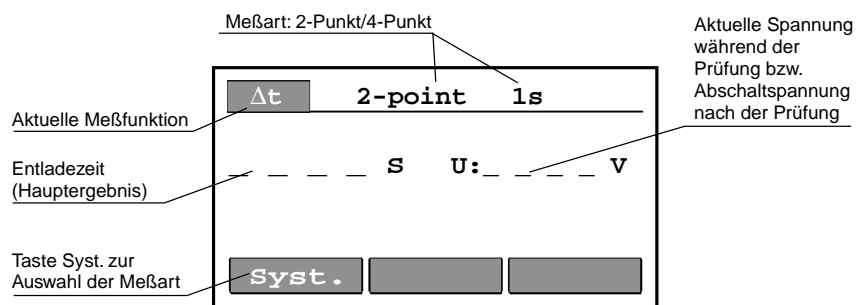

Abb. 21 - Grundbild für Entladezeit-Messung(Δt)
1. Funktionsdreheschalter auf Δt stellen (Entladezeit). Im Display erscheint das Grundbild gemäß Abb. 21.